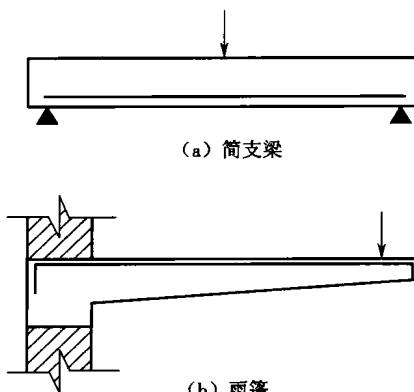

图 1-1 受拉钢筋在构件中的位置
(1) 主钢筋又称纵向受力钢筋,可分受拉钢筋和受压钢筋两类。受拉钢筋配置在受弯构件的受拉区和受拉构件中承受拉力;受压钢筋配置在受弯构件的受压区和受压构件中,与混凝土共同承受压力。一般在受弯构件受压区配置主钢筋是不经济的,只有在受压区混凝土不足以承受压力时,才在受压区配置受压主钢筋以补强。受拉钢筋在构件中的位置如图 1-1 所示。